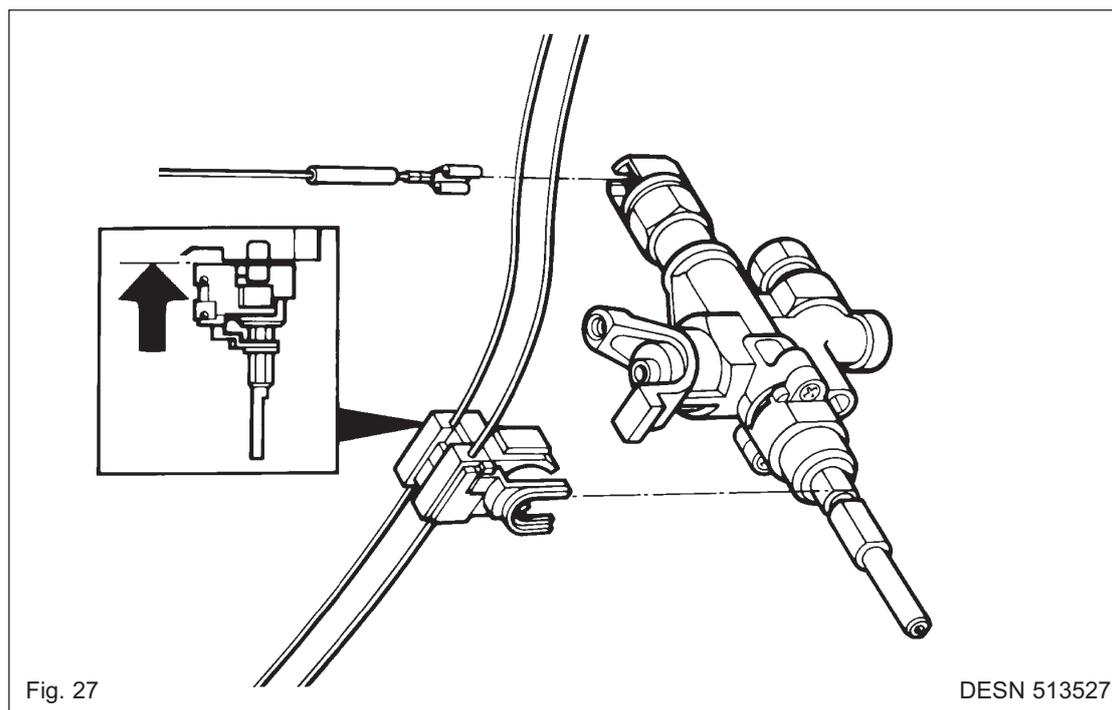

Fig. 27
4. Desligar o tubo de alimentação do colector de gás (porca de 19 mm) (Ver Fig. 27).
6. Remover os (4) parafusos que fixam os suportes do distribuidor de gás e o distribuidor de gás.
9. Remover a cavilha (1) e o grampo de fixação do distribuidor de gás, bem como a válvula do distribuidor.